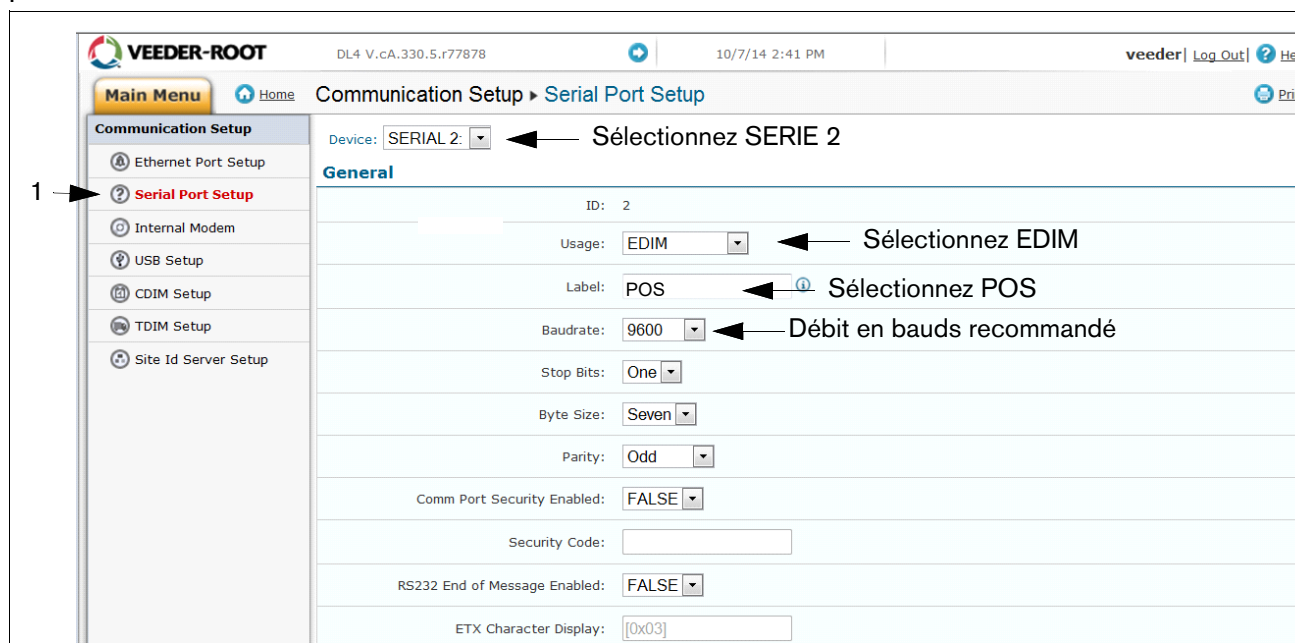

Figure B-5. Réglage des ports série, SERIE 2-POS
8. Cliquez sur « Réglage des ports série » (1), et dans le champ « Dispositif », sélectionnez « SERIE 2 : ». Utilisez cette connexion pour la connexion au point de vente, et entrez « POS » pour l'Etiquette. Définissez les bons paramètres de communications pour le point de vente à l'aide des menus déroulants. Cliquez sur le bouton « Enregistrer » pour conserver ces paramètres (voir l'exemple à la Figure B-5).